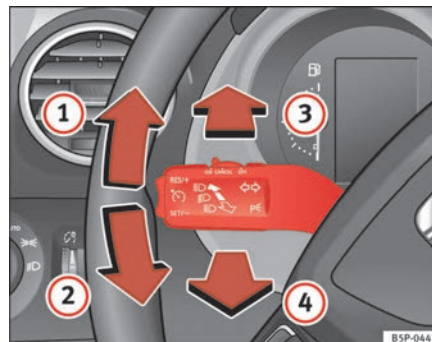

Abb. 77 Blinker und Fernlichthebel
- Drücken Sie den Hebel bis zum Anschlag nach oben ⇒ Abb. 77 **1**, um **rechts** zu blinken, bzw. nach unten **2**, um **links** zu blinken.
- Drücken Sie den Hebel nach vorne ⇒ Seite 124, Abb. 77 , um das Fernlicht einzuschalten.